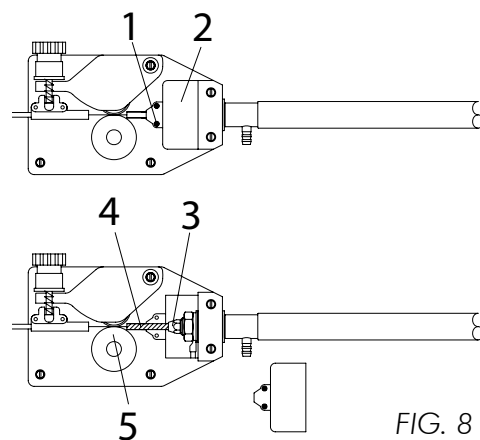

FIG. 8
- Положите горелку на горизонтальную поверхность, отверните винты на рукоятке горелки и аккуратно снимете верхнюю часть (4). Производите разборку аккуратно, чтобы не повредить внутренние части рукоятки и чтобы не изменить их расположение.
- Извлеките газовый клапан (5) и отсоедините канал горелки.
- Вставьте новый канал в горелку. Присоедините канал к газовому клапану (5), втолкнув его.
- Установите горелку на место крепления к аппарату (3).
- Установите крышку крепления (3) горелки, и закрепите её винтами (1-2).
- Измерьте канал горелки и аккуратно обрежьте его таким образом, чтобы расстояние между концом канала и роликами подающего механизма составляла не более 2 мм (7) и канал горелки не имел деформаций и острых краёв.
**При штыревом подключении горелки (FIG. 8):**
- Выверните винты (1) и снимите крышку (2).
- Отверните медную гайку (3) с горелки и удалите горелку из аппарата.
- Вытяните канал (4) из горелки.
- Заверните гайку (3) до упора и установите пластмассовую крышку (2) снова.